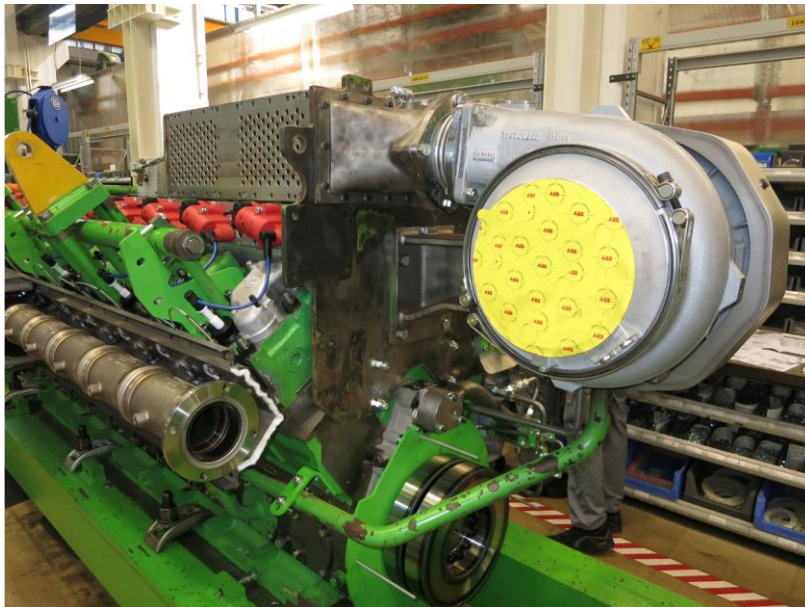

Abbildung 3: Motor nach Demontage der bisherigen Anschlussleitung
- ✓ Demontage der bisherigen Anschlussleitung, siehe Abbildung 3